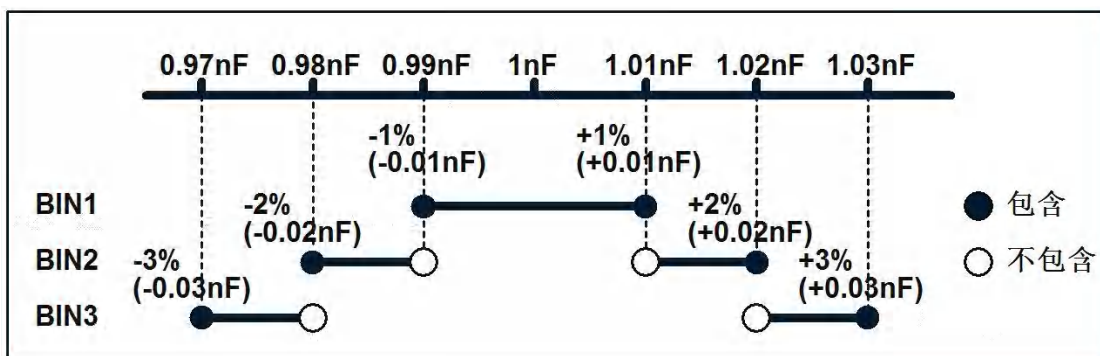
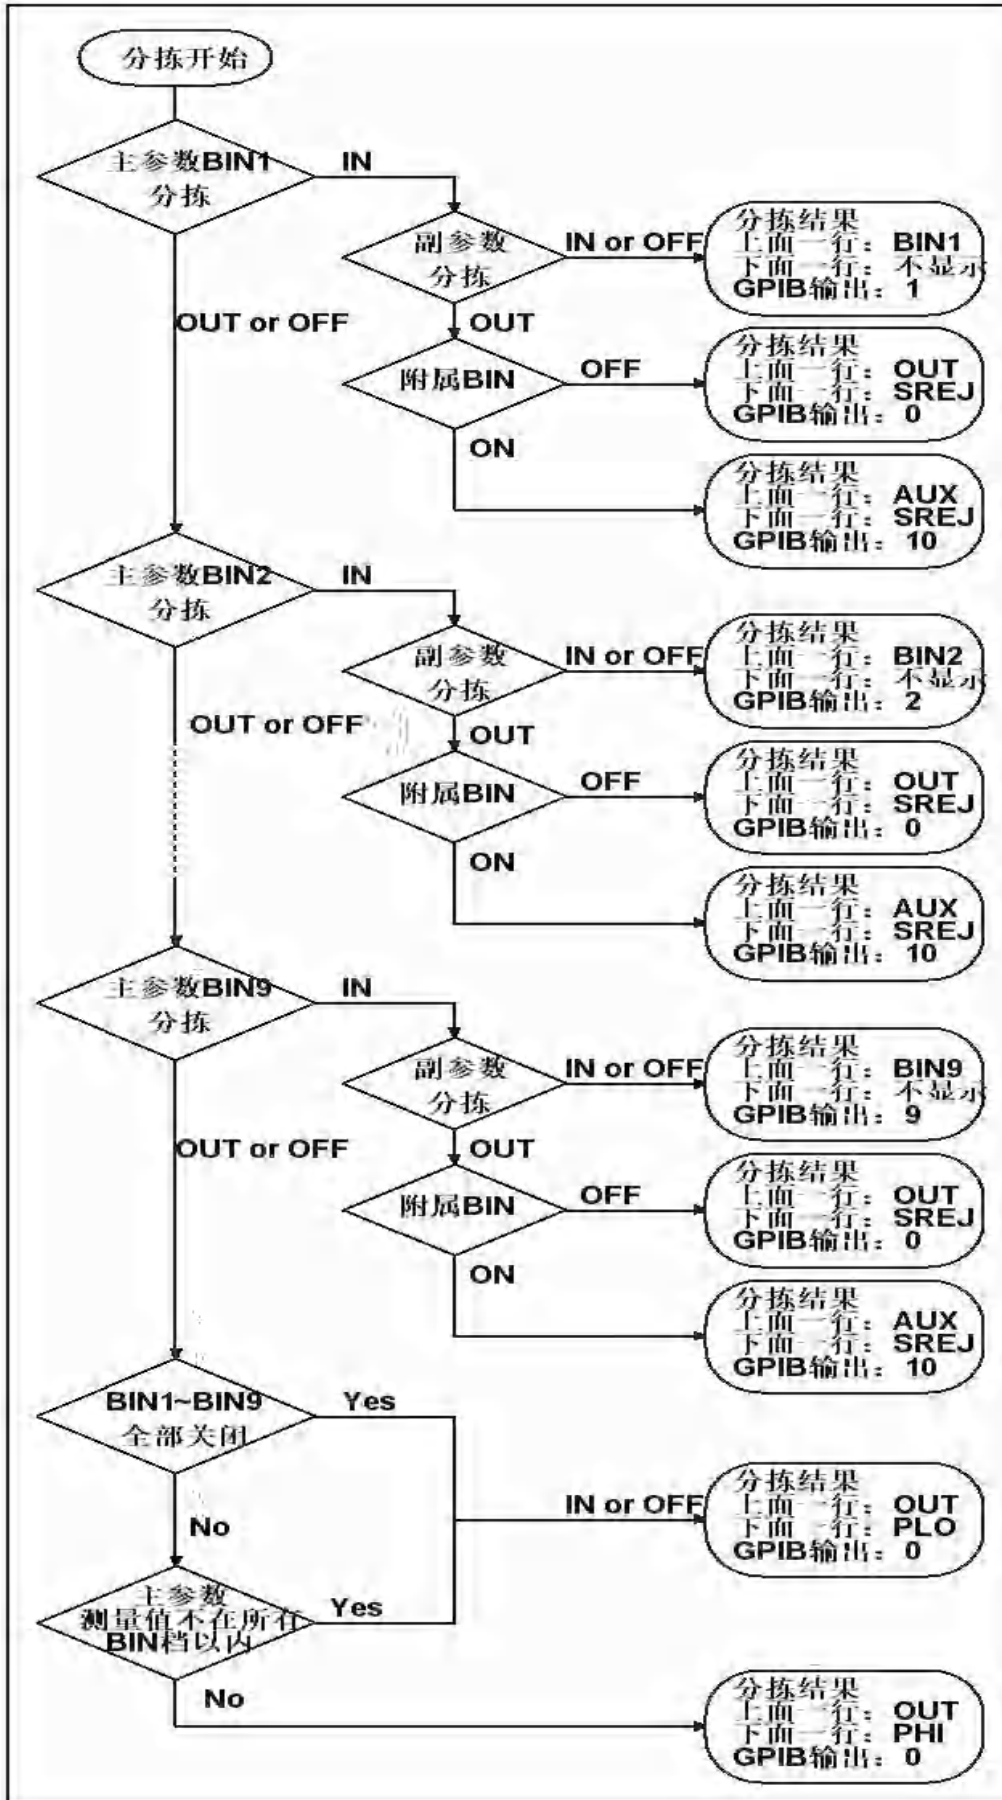

图 7-2 设定限制范围（例 2）
图 7-5 分拣判定流程
- 如果 BIN 档中有重叠档时，由此产生的测量分拣到最小的 BIN 号码（参考图 7-5，“分拣的判断流程”）。因此，如果用户需要从最窄到最宽的极限范围设置，如图 7-2 所示。
分拣判断是通过比较器功能根据图 7-5 中所示的流程中获得。